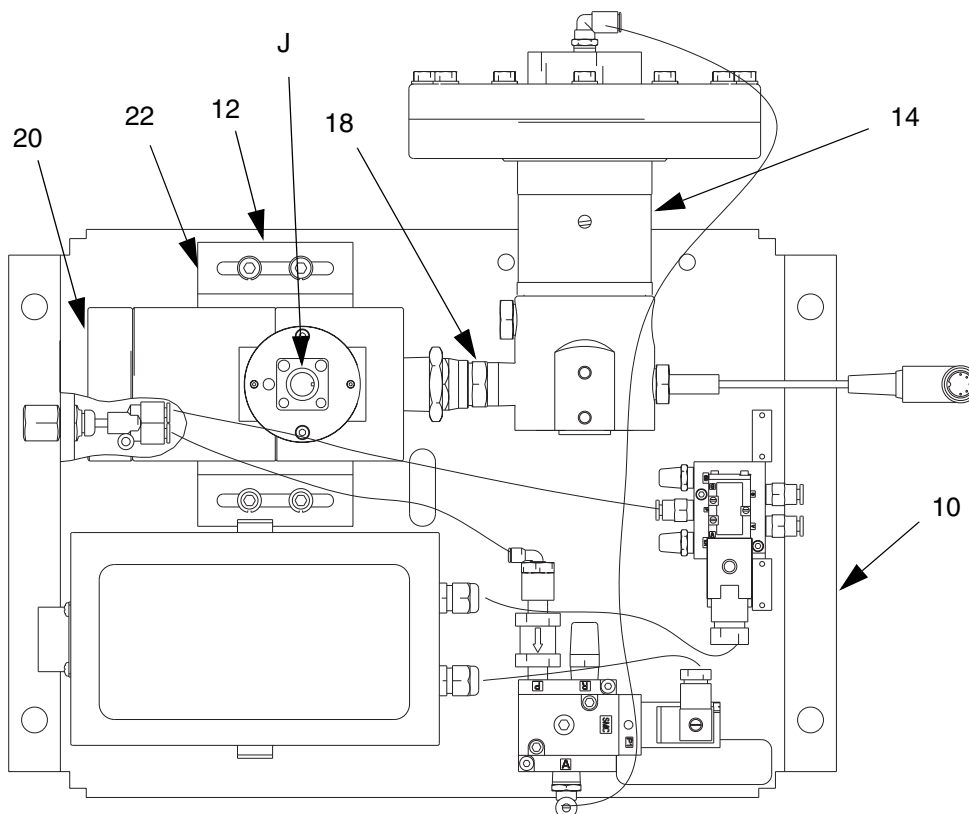

FIG. 26
- fluxímetro (20) (FIG. 26)
- regulador (14) (FIG. 26)
2. Desligue o cabo do fluxímetro (J) do sensor do fluxímetro. Consulte a FIG. 26.
4. Desligue a articulação (18) do regulador.
5. Desaperte os quatro parafusos (12) e remova o suporte (22) e o fluxímetro.
6. O fluxímetro (20) pesa aproximadamente 6,75 kg. Retire cuidadosamente o fluxímetro da placa de montagem (10).
1. Pouse o fluxímetro e o suporte (20) na base do produto enquanto aperta a articulação (18) na entrada de material do regulador. Consulte a FIG. 26.
2. Aperte a articulação (18) na entrada de material do regulador.
3. Aperte os quatro parafusos (12) para fixar o suporte e o fluxímetro.
4. Verifique se o fluxímetro (20) e o regulador (14) continuam alinhados.
6. Ligue o cabo do fluxímetro (J).